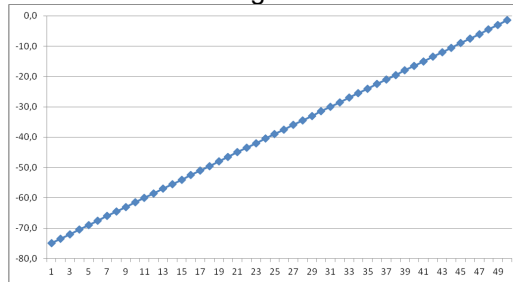

fig. 4
4. Curva #4 – Questa è una curva lineare –in-dB (fig. 4)